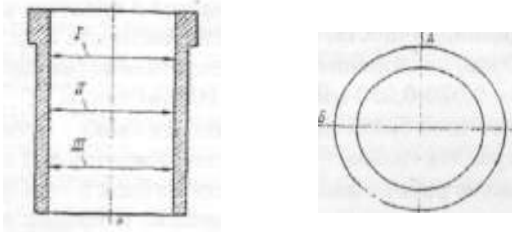

Рис. 1. Схема обмера отверстия под поршень в гильзе цилиндра
-Замерить по схеме обмера (Рис. 1) отверстие под поршень гильзы цилиндра и определить величины износа